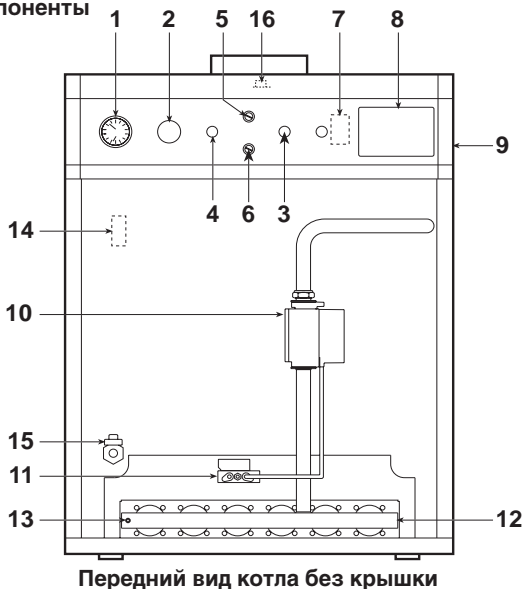

Рис. 2a
- В случае срабатывания ДЫМОВОГО ТЕРМОСТАТА, необходимо отвинтить колпачок, расположенный на пульте управления (деталь n° 5 на рис. 2a и 2b) и «нажать» ручную кнопку термостата, после чего котел начнет работать.